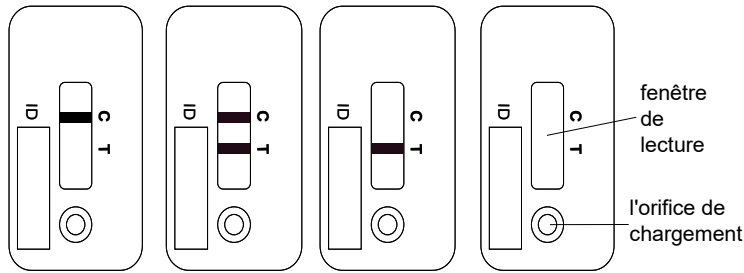

Figure 1A Figure 1B Figure 1C Figure 1D
- Pour valider un résultat de test, la ligne de contrôle (C) doit toujours être visible (voir figure 1A et figure 1B). Cette ligne est uniquement utilisée comme contrôle fonctionnel du test et ne peut servir à l'interprétation de la ligne de test (T). Si la ligne de test (T) n'est pas détectable au bout de 15 minutes de temps d'incubation (figure 1A), cela signifie qu'aucune quantité détectable d'infliximab n'est présente dans l'échantillon de sérum. Si une ligne de test (T) est détectable au bout de 15 minutes de temps d'incubation (figure 1B), la quantité d'infliximab présente dans l'échantillon de sérum est calculée par le Quantum Blue® Reader.